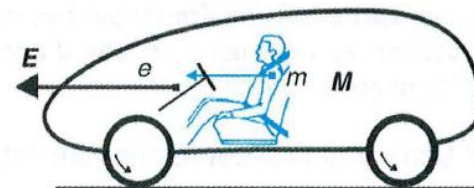

Figure 3.20 • Éléments cinétiques accumulés par le véhicule.
■ Quels sont les effets mécaniques d'un choc ? (figures 3.20 et 3.21)